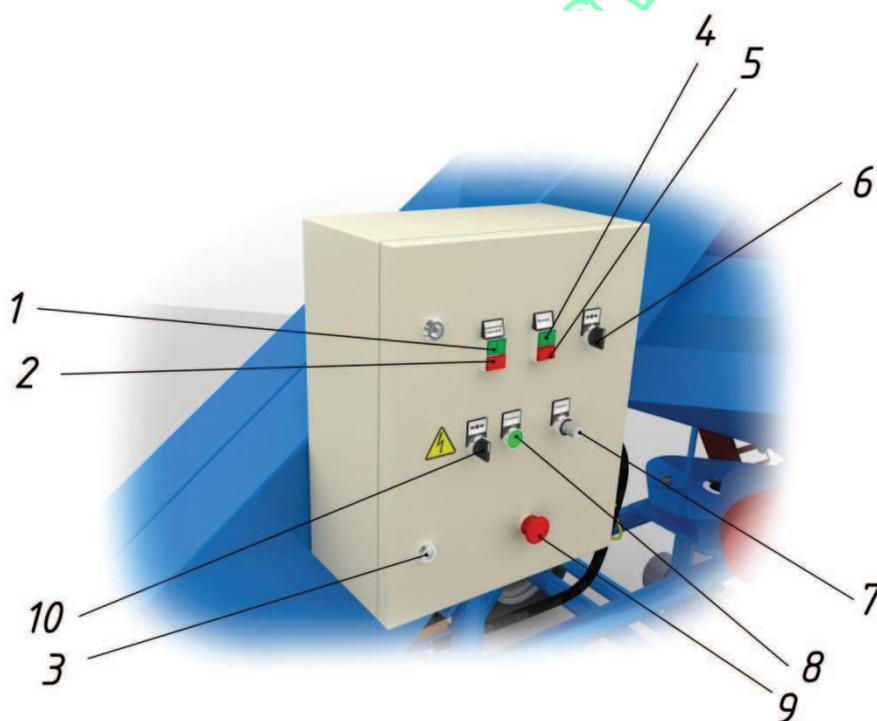

Рис.12 Щит управления
После этого включите на щите управления кнопку «готовность» (рис. 12 поз. 8) для включения блоков электрической цепи. Затем запустите электродвигатель триммера (рис. 14 поз. 4), электродвигатель загрузочного транспортера (рис. 12 поз. 1).
Убедившись в нормальной работе загрузочного транспортера и триммера, включения механизма самохода (рис. 12 поз. 6). Регулировка скорости осуществляется реостатом (рис. 12 поз. 7)
- включите кнопку «готовность» (рис. 12 поз. 10);
- переключите протравливатель семян в ручной режим (рис. 12 поз. 10);
- включите протравливающую приставку (рис. 12 поз. 9);
- включите электродвигатель транспортера загрузочного (рис. 12 поз. 1);
- убедившись в нормальной работе загрузочного транспортера и протравливающей приставки, включите механизм самохода (рис. 12 поз. 6);
- регулировка скорости осуществляется реостатом (рис. 12 поз. 7)
После этого включите на щите управления кнопку «готовность» (рис. 12 поз. 8) для включения блоков электрической цепи. Затем запустите электродвигатель триммера (рис. 12 поз. 4), электродвигатель загрузочного транспортера (рис. 12 поз. 1).
- переключите протравливатель семян в автоматический режим (рис. 12 поз. 10);